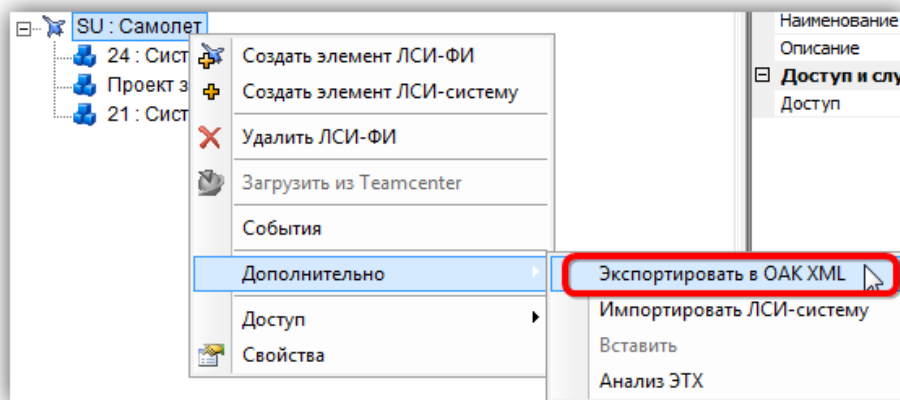
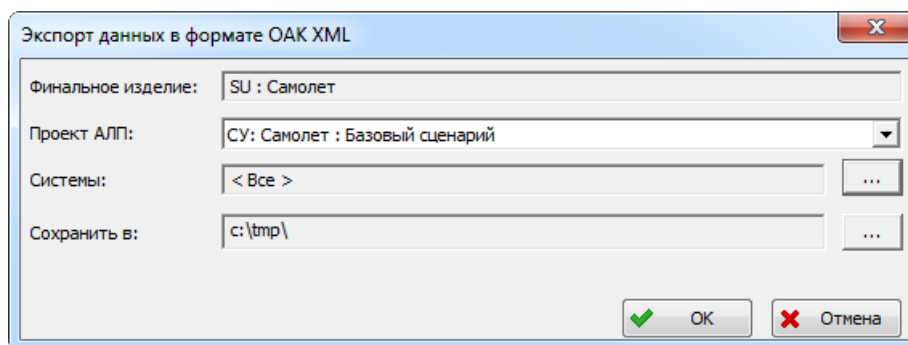

Рис. 10-91 – Экспорт логистической структуры в LSS Suite
Рис. 10-92 – Диалоговое окно экспорта логистической структуры в LSS Suite
1) Открыть «Менеджер проектов» и выбрать в нем пункт «Проекты АЛП» (1 на рис. 10-91).
2) Выбрать ВС (2 на рис. 10-91) и в контекстном меню, открывающемся по правой кнопке мыши, выбрать пункт «Дополнительно» → «Экспортировать в ОАК XML» (рис. 10-92).